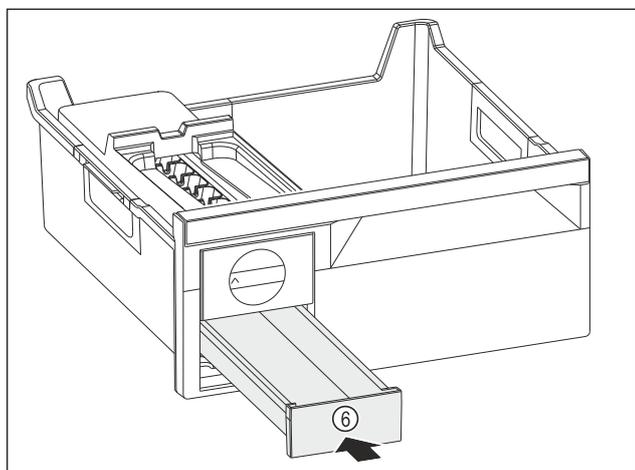

Fig. 94
- ▶ Spingere verso l'interno il cassetto del ghiaccio Fig. 94 (6).